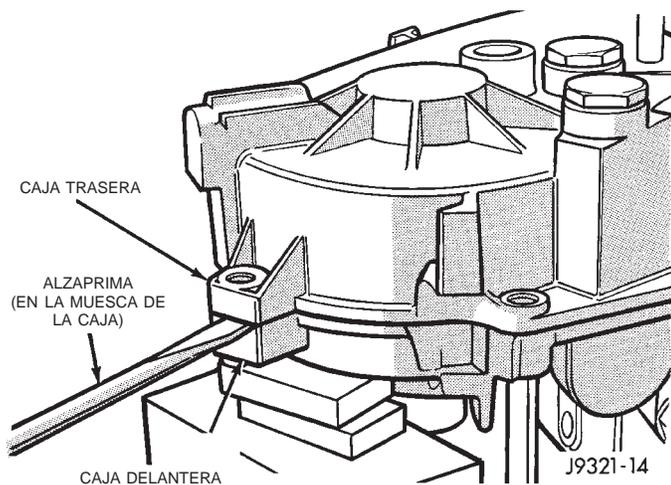

Fig. 19 Cómo aflojar la caja trasera
(3) Afloje la caja trasera con un destornillador de punta plana para romper el reborde de sellante. Inserte la punta de la herramienta para hacer palanca únicamente en las muescas provistas en cada extremo de la caja (Fig. 19).
(4) Retire la caja trasera de la caja delantera.